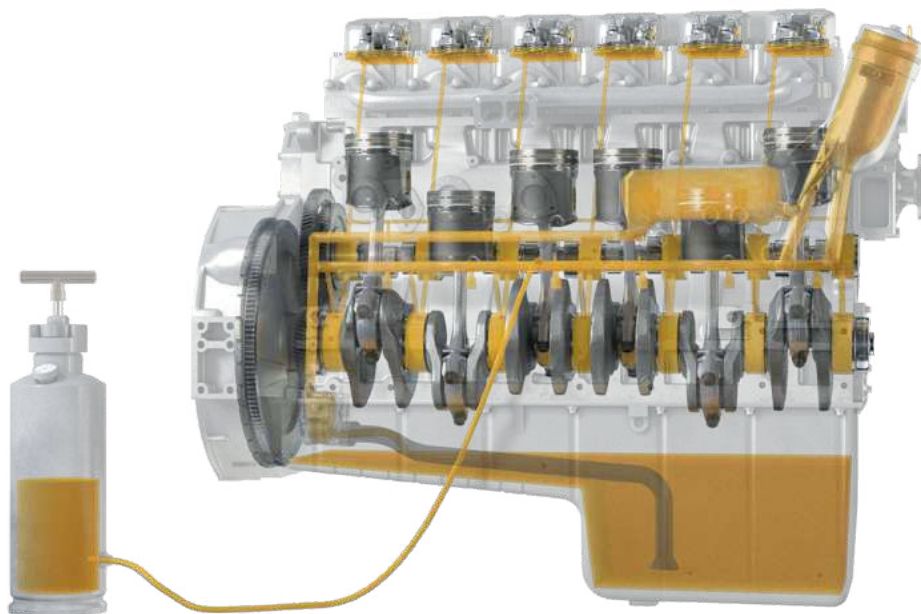

Fig. 1:
1. À l'aide d'un réservoir de pression, on pompe dans le moteur l'huile destinée au moteur via un raccord vissé du système de pression d'huile (Fig.1 et 2). Le raccordement peut se faire aux bouchons de fermeture du canal d'huile prévus par le constructeur du moteur ou au raccord du manocontact d'huile.